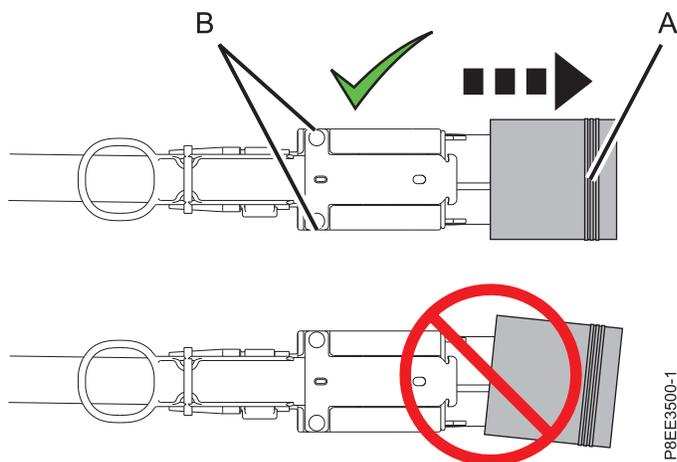

図 5. 拡張ドロワー・ケーブルのコネクタからの保護カバーの取り外し
- a. 保護カバーを取り外すには、片方の手の指でケーブル・ハウジング (B) の短い辺をつまみます。
- b. 次に、もう一方の手の指でカバーの長い辺 (A)をつまんで、保護カバーを引っ張って外します。図 5を参照してください。